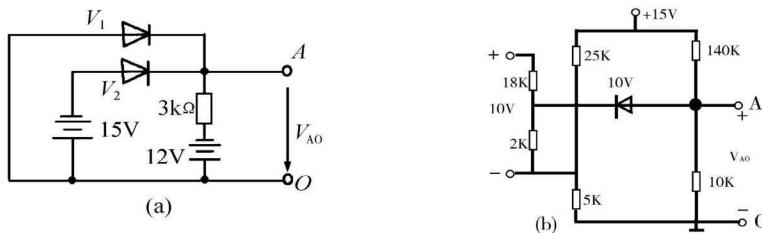

图 1-1-10
1. 分析图 1-1-10 中各二极管是导通还是截止？试求出 AO 两点间的电压 $V_{AO} = ?$ (设所有二极管均为理想型，即正偏时，正向压降为 0，正向电阻为 0；反偏时，反向电流为 0，反向电阻为 ∞)